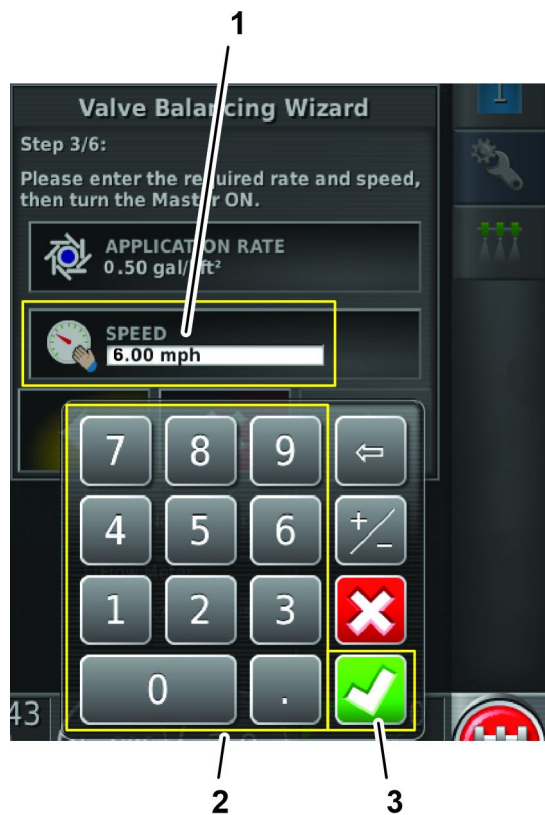

Рисунок 138
- С помощью цифровой клавиатуры введите скорость движения, с которой вы будете опрыскивать, и нажмите на значок подтверждения (Рисунок 138).